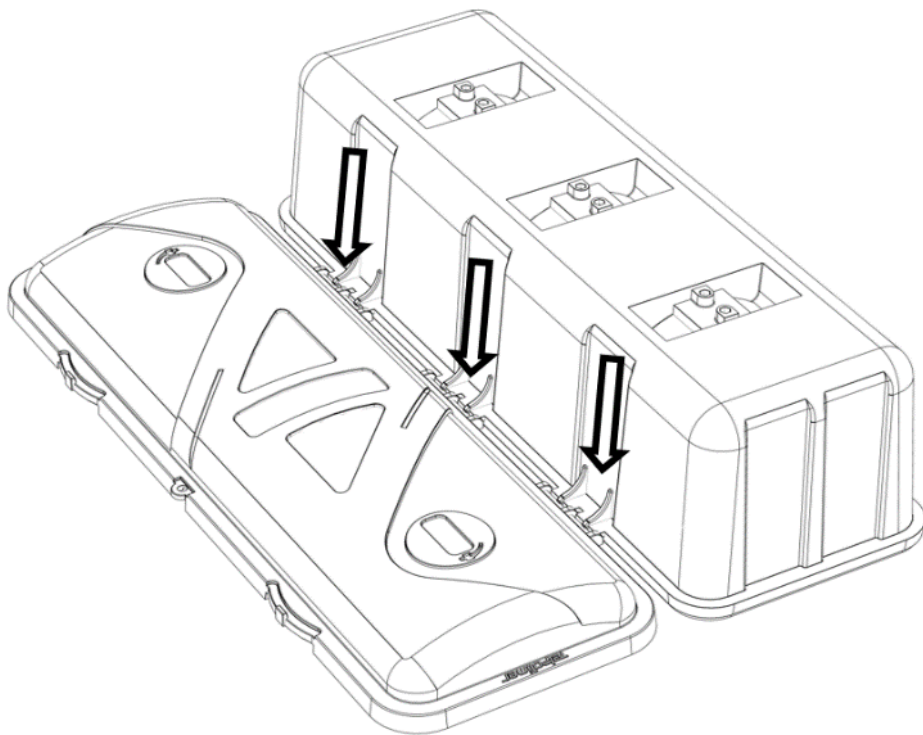

Рис. 3 – Сборка крышки пенала
- 1) для присоединения крышки к корпусу необходимо расположить корпус вверх дном и присоединить крышку к корпусу, надавливая на нее (см. рис.3);